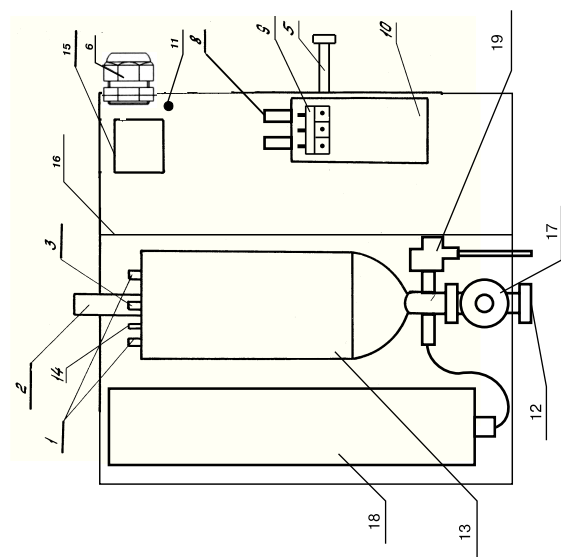

Рис. 1. РусНИТ-205Н, 206Н, 207Н, 208Н, 209Н.
5.1. Отопитель состоит из шести частей: теплообменника (бака), блока управления, коммутационных элементов, экспанзомата, циркуляционного насоса и предохранительного клапана. (рис.1).